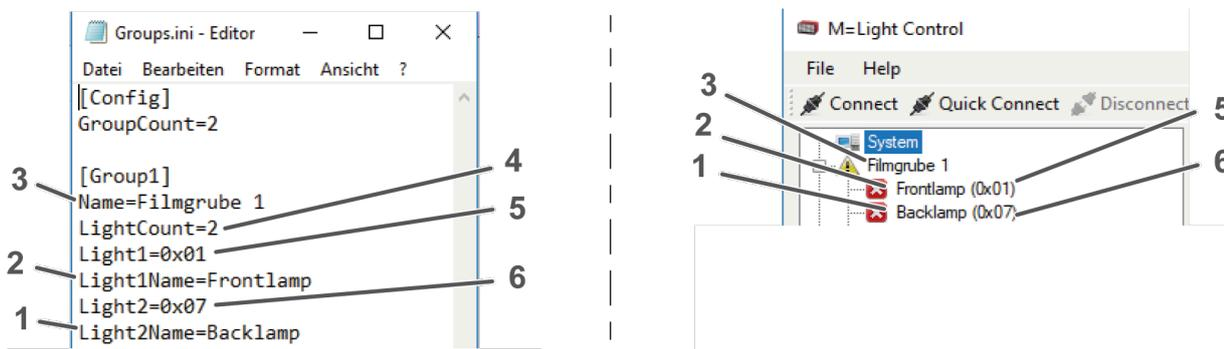

Abbildung 43: Groups.ini
- ✓ Die Gruppierung im M=LIGHT Control Explorer erscheint wie in der Groups.ini definiert (Abbildung 43, Seite 50),